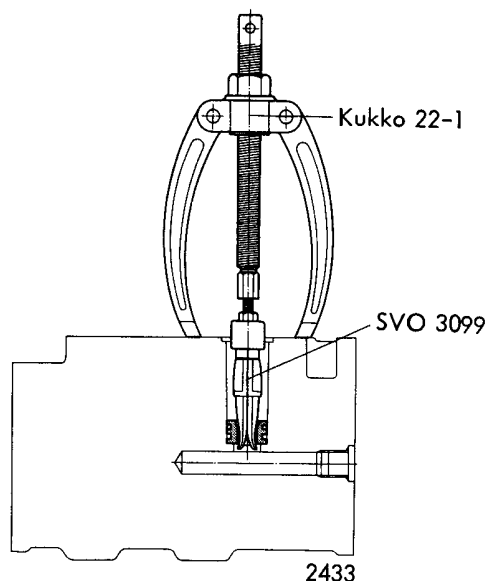

Fig. 143.
2. Anbringa inneravdragare SVO 3099 under ventilsetsätet tillsammans med ett standardmothåll enligt fig. 143.